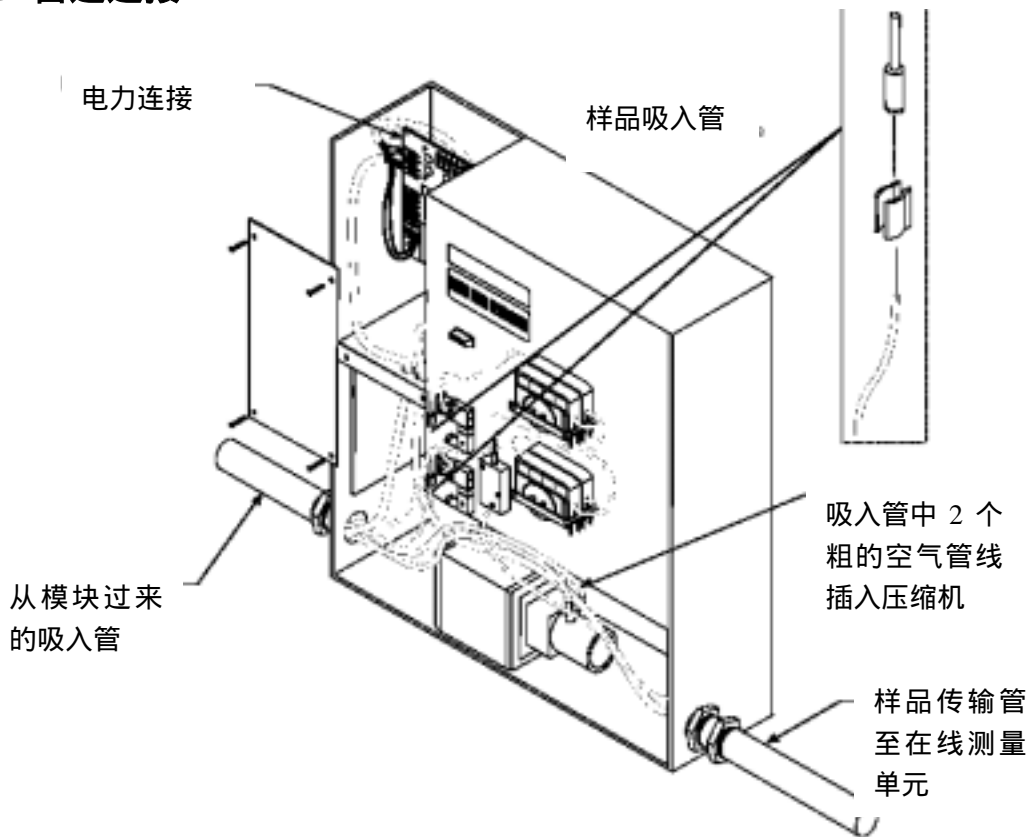

图 6 管线连接
5. 在控制器内部, 把空气管接到压缩器蓝色的接头上。(图 6)